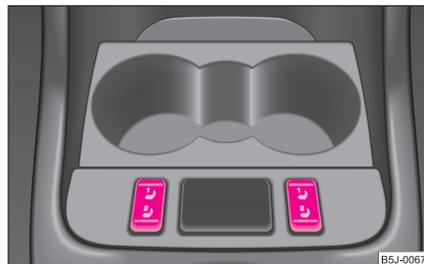

Fig. 48 Conmutador basculante: Calefacción de asiento delantero
- Presionando el conmutador basculante a la posición **①** o **②** pone la calefacción de asiento delantero a un 25 o 100 % de su potencia ⇒ fig. 48.